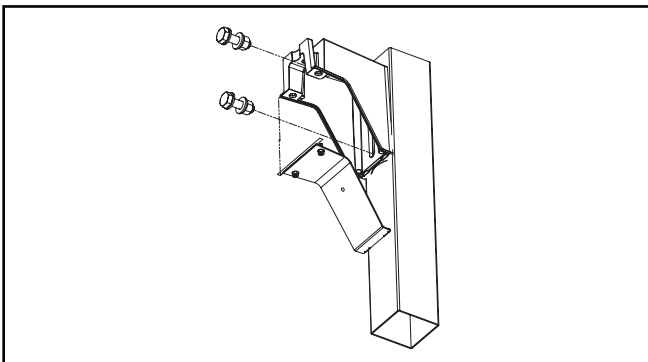

Figura 2.
2. Monte el brazo sobre el poste redondo o cuadrado con los pernos de 1/2" x 1-3/4" y las tuercas. Ajuste los pernos con un torque de 40 pies-lbs. (55 Nm). (Figura 2.)